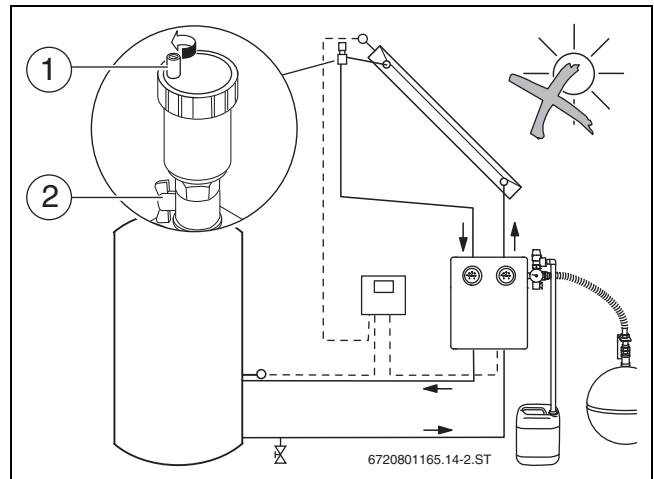

Bild 42 Entlüfter öffnen
- ▶ Rechten Kugelhahn [2] an der Solarstation und Kugelhahn am Entlüfter (→ Bild 42, [2]) schließen.